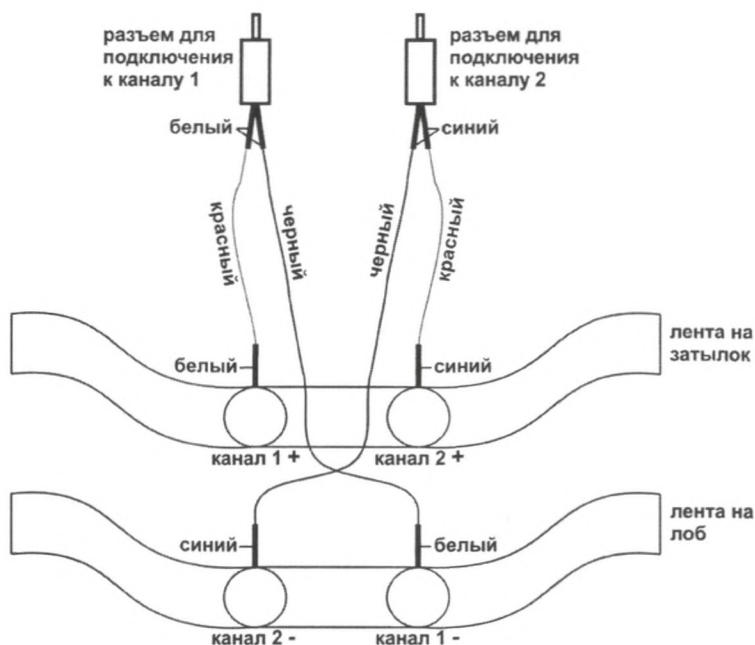

Рис. 5. Схематичное изображение электрод-маски.
1.6.1. На рис. 5 приведено схематичное изображение электрод-маски. Электрод-маска состоит из четырех круглых электродов (по два для каждого канала), скрепленных лентами, и предназначена для фиксации на голове пациента. Каждый электрод имеет окантовку в виде чашки, куда перед проведением процедуры следует поместить смоченную теплой водопроводной водой вату или ткань (марлевая, фланелевая), сложенную в несколько слоев.
1.6.2. Электрод-маска фиксируется на голове пациента с помощью эластичных лент таким образом, чтобы организовать перекрестное прохождение тока по двум каналам через голову пациента. Размер электрод-маски регулируется: расстояние между электродами регулируется с помощью двух пряжек, длина эластичных лент регулируется с помощью фиксаторов, расположенных на лентах. Полярность электродов изображена на рис. 5.